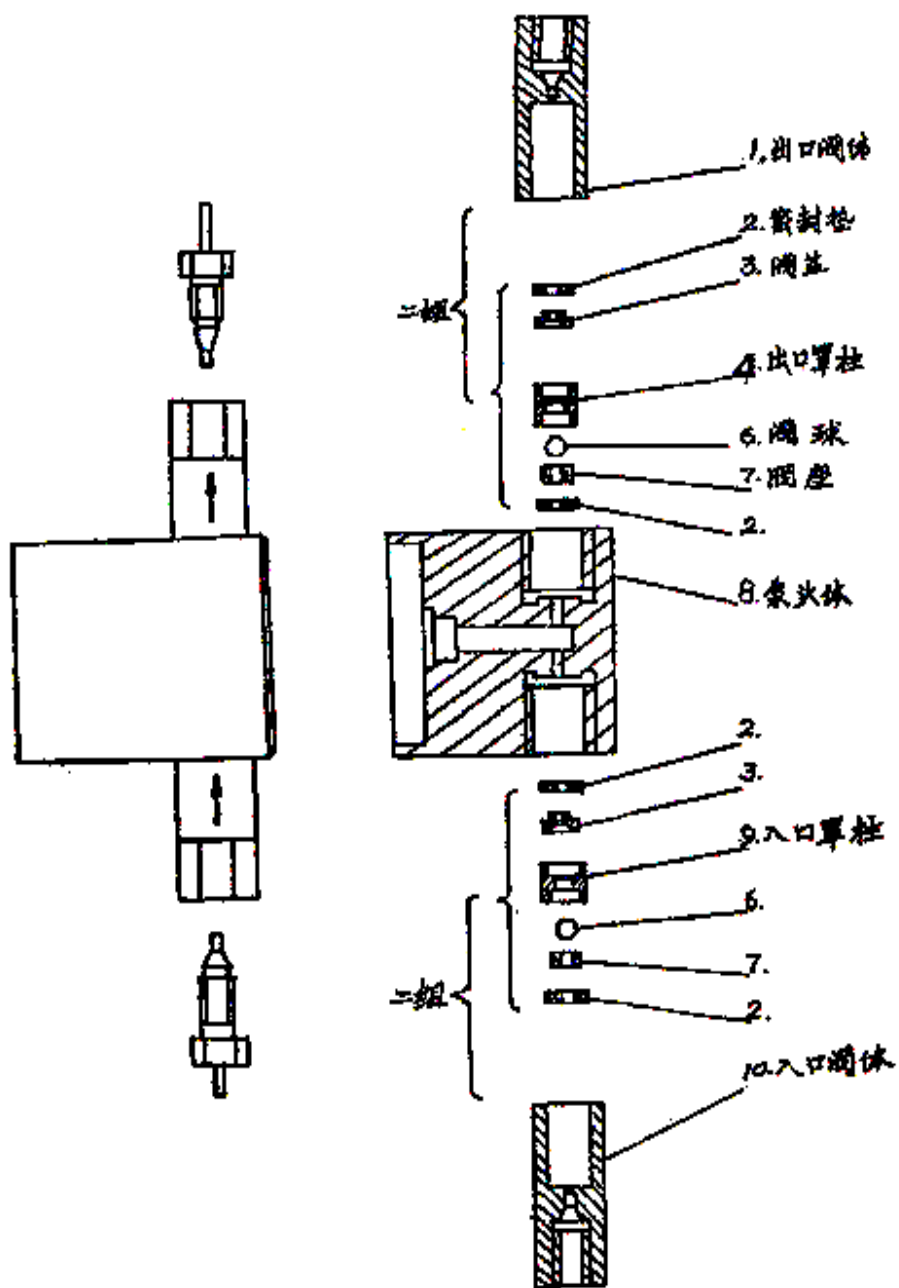

图4 泵头体结构示意图
单向阀结构见图 4 泵头体结构示意图。单向阀不洁净是泵压力波动严重，不上压，甚至不出液的重要原因之一。在连续使用较长时间之后出现输液不正常时应考虑清洗单向阀。
d. 拆卸与组装应严格按照上述说明及图 4 所示装配关系。